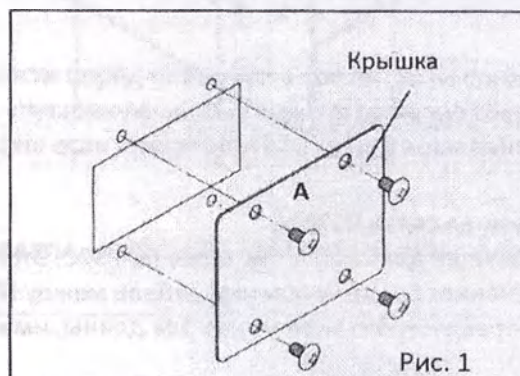

Рис. 1
1. Открутив 4 винта, снимите крышку на месте установки (Рис. 1).